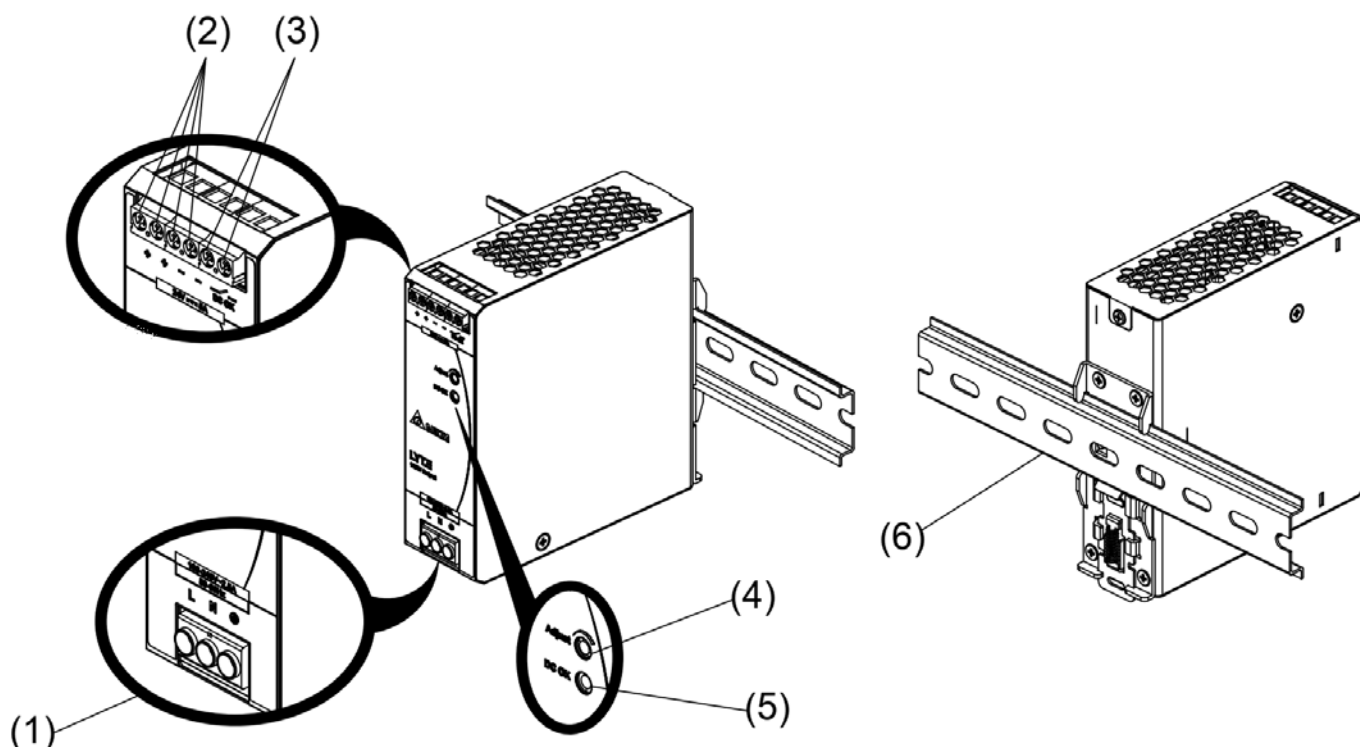

Рис.2. Общий вид устройства.
2. Описание устройства (Рис. 2)